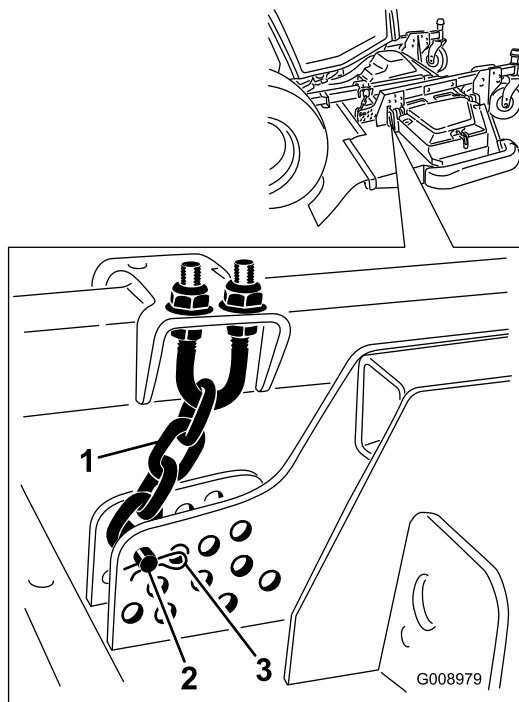

Figura 20
9. Togliete la coppiglia e il perno con testa che fissano le catene dell'altezza di taglio sul retro dell'apparato di taglio (Figura 20).